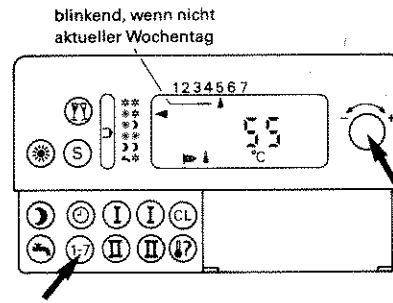

Abb. 19
1. Taste „1-7“ drücken, und gleichzeitig Einstell-Drehknopf „-“/“+“ nach links oder rechts drehen bis „▲“ in der Anzeige auf „5“ (= Freitag) zeigt (Abb. 19).
1. Taste „1-7“ drücken, und gleichzeitig Einstell-Drehknopf „-↔+“ nach links oder rechts drehen bis „▲“ in der Anzeige auf „5“ (=Freitag) zeigt (Abb. 19 auf Seite 18).